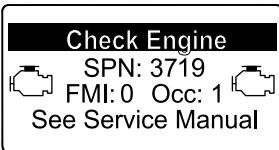

Bild 69
- Motorwarnung SPN 3719, FMI 0 (Bild 69)